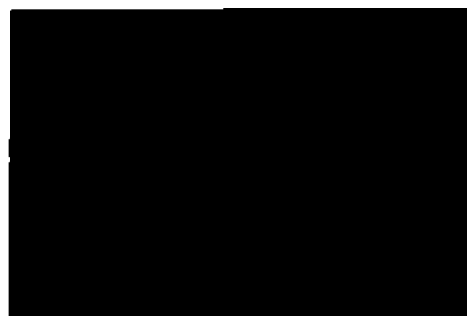

Рисунок 223. Наложение облака точек, модели НЦИ и модели EnSite™ NavX™ Navigation and Visualization Technology, Sensor Enabled™
4. Нажмите кнопку [Рассчитать] для расчета первоначальной регистрации. Поверхности модели, облако точек и модель НЦИ накладываются одно на другое (Рисунок 223). При использовании трех или меньше пар контрольных точек регистрация представляет собой неподвижное наложение. Иконки в форме пружинки, соединяющие контрольные точки, не обязательно сжимаются до общей локации. Однако, при использовании четырех или более пар контрольных точек система применяет подвижную, динамическую регистрацию для объединения связанных контрольных локаций. По данному сценарию зарегистрированные точки появляются в форме кружков вместо формы пружинки.